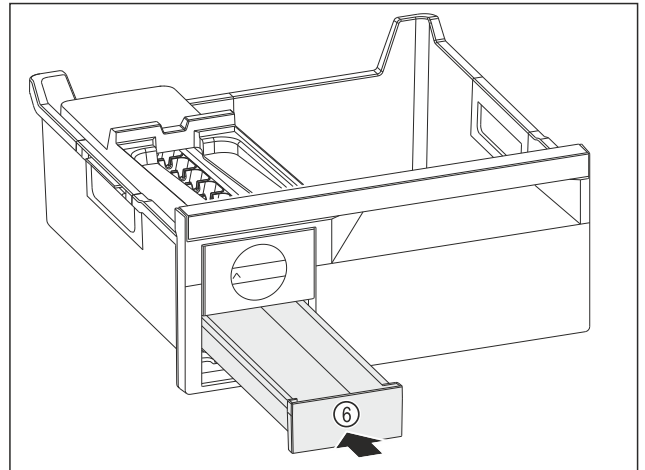

Fig. 176
- ▶ Eiwürfelschubfach Fig. 176 (6) einschieben.